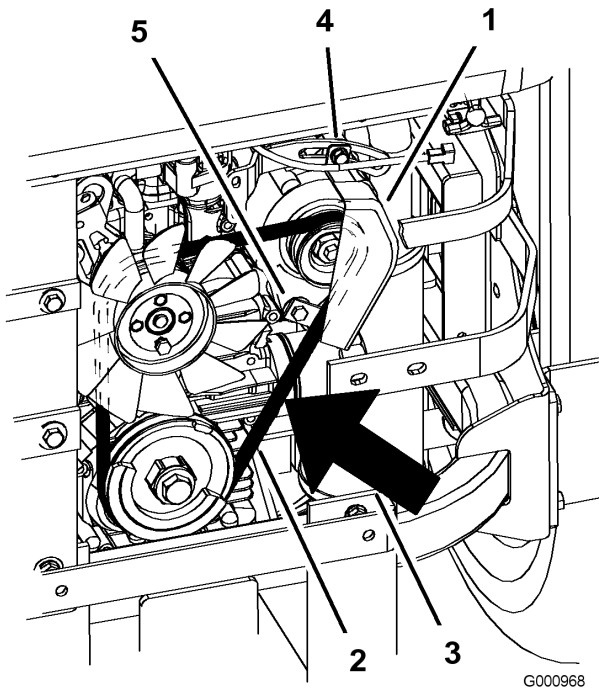

Figure 63
7. Desserrez le boulon inférieur et retirez le boulon de fixation supérieur de l'alternateur et du couvercle (Figure 63).
9. Installez une courroie neuve autour des poulies et de l'alternateur (Figure 63).
14. Serrez le boulon inférieur et vissez le boulon de fixation supérieur de l'alternateur et du couvercle (Figure 63).
2. Réglez l'alternateur vers l'extérieur jusqu'à ce que la courroie présente une flèche de 7 à 9 mm quand une force de 10 kgf est exercée entre les poulies du moteur et de l'alternateur (Figure 63).
5. Si la flèche est correcte, serrez les boulons inférieur et supérieur (Figure 63).